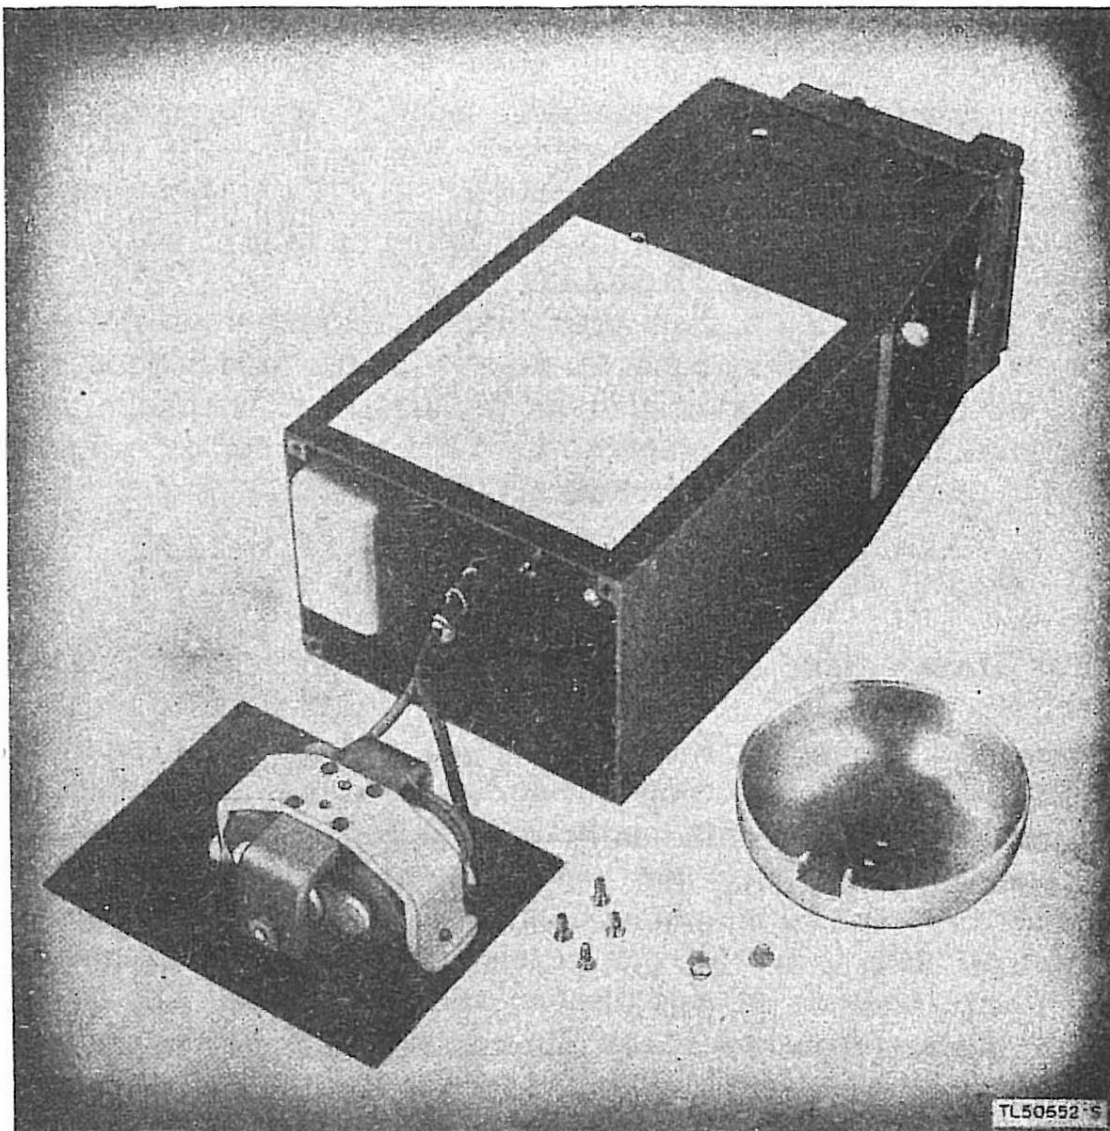

Figure 20. Télérhone EE-8. timbre de la sonnerie enlevé.
(1) *Enlèvement du timbre* (fig. 20). Avec le timbre enlevé, le signal d'appel à l'arrivée sera un son de vibration faible. Pour enlever le timbre :
- (2) *Garnir l'armature de la sonnerie.* Un assourdissement plus important de la sonnerie peut être obtenu en garnissant les points où l'armature de la sonnerie frappe les pièces polaires de celles-ci. Suivre les opérations ci-dessus pour l'enlèvement du timbre, mais avant de remettre en place la plaque de fond, introduire deux bandes de chatterton (environ 6 mm au carré) sur le point contact de chaque bobine de la sonnerie. Le chatterton diminue la distance de déplacement de l'armature et réduit d'autant le son de la sonnerie à l'arrivée d'un appel.